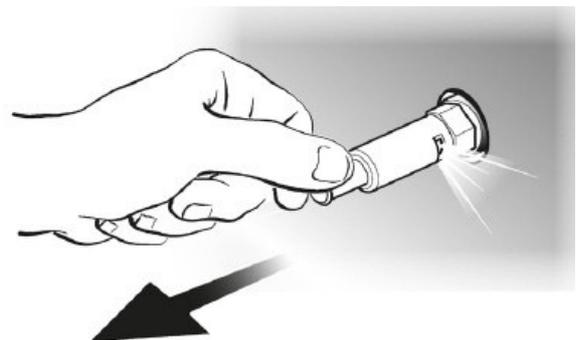

Abb. 18: Sicherheitsventil mit Schelle
**Version B (Sicherheitsventil mit Schelle, Abb. 18)**